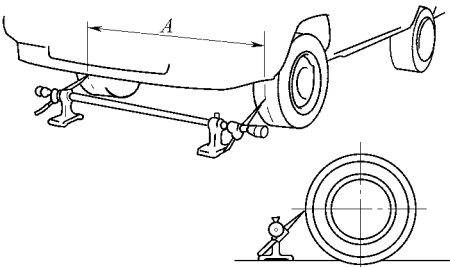

图 14-38 测量轮胎前侧的标记之间的距离 A
③测量轮胎前侧上的标记之间的距离“A”，如图 14-38 所示。